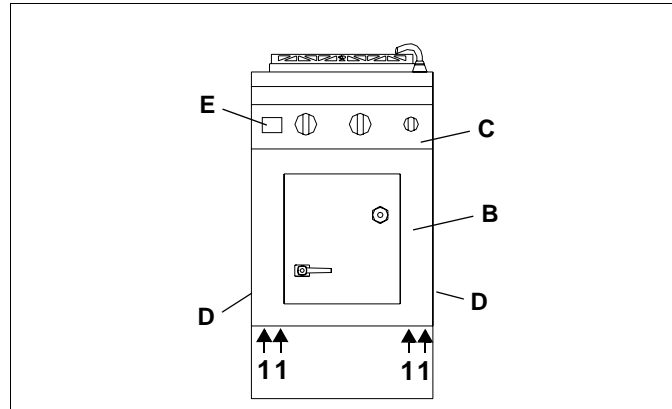
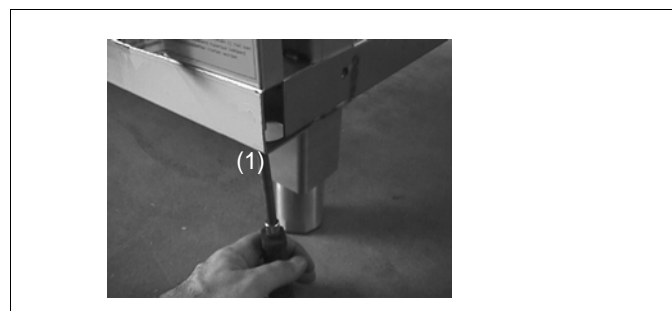

Fig.5 Vista totale
Fig.6 Pannello frontale
La targhetta caratteristiche (E) è applicata all'interno e all'esterno del lato destro del pannello comandi (D/Seite 26 Fig.5).
- ⇒ Svitare le viti (1 / Fig.5, Fig.6). Nel caso di forni a incasso, svitare anche le viti (2 / Fig.5) della parete interna del forno.
2.2 PANNELLO COMANDI (C)